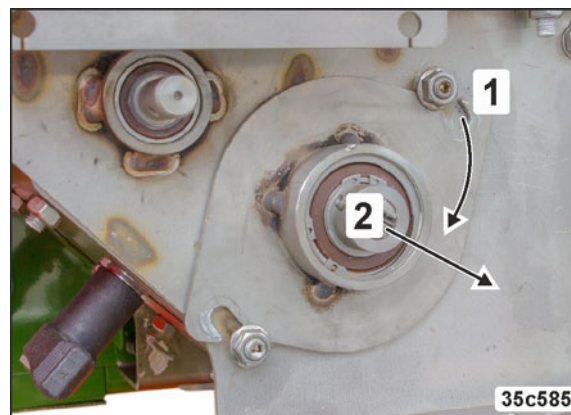

Рис. 191
4. Открутите (Рис. 191/1) и снимите крышку подшипника (Рис. 191/2).